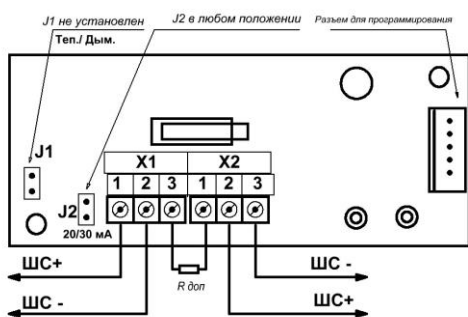

Рис. 2.
1) имитация работы пожарного теплового извещателя с нормально-замкнутым контактом. Сигнализация осуществляется путем увеличения внутреннего сопротивления извещателя (рисунок 2);